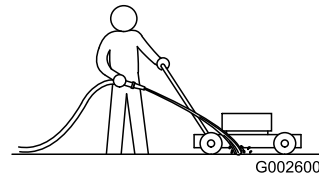

Figure 51
1. Mettez le moteur en marche lorsque la tondeuse se trouve sur une surface revêtue plane et dirigez un jet d'eau devant la roue arrière **droite** (Figure 51).